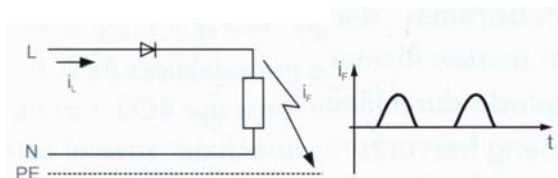

Рис.4
- для обнаружения таких токов утечки применяют УЗО типа А (рис. 4).